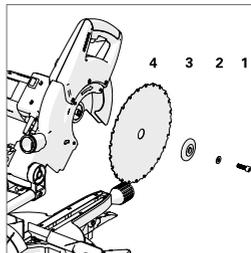

Fig. 40
- Con l'ausilio della chiave esagonale in dotazione, rilasciare la vite del mandrino e rimuovere la rondella, la flangia esterna della lama, e la lama stessa dal mandrino (fig. 40).